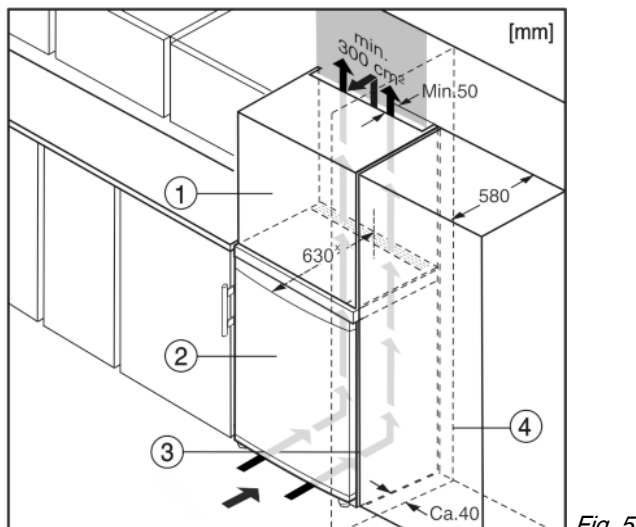

Fig. 5
Urządzenie może zostać obudowane szafkami kuchennymi. Aby dopasować urządzenie Fig. 5 (2) do wysokości ciągu szafek kuchennych, można nad urządzeniem umieścić szafkę nasadzaną Fig. 5 (1).
W przypadku obudowania szafkami kuchennymi (głębokość maks. 580 mm) urządzenie można ustawić bezpośrednio obok szafki kuchennej Fig. 5 (3). Urządzenie wystaje z boku o 34 mmx i na środku urządzenia o 50 mmx w stosunku do frontu szafek kuchennych.
Jeżeli urządzenie będzie ustawiane z zawiasami do ściany Fig. 5 (4), to pomiędzy urządzeniem i ścianą należy zachować minimalny odstęp, wynoszący 40 mm. Na taką odległość wystaje klamka przy otwartych drzwiach.